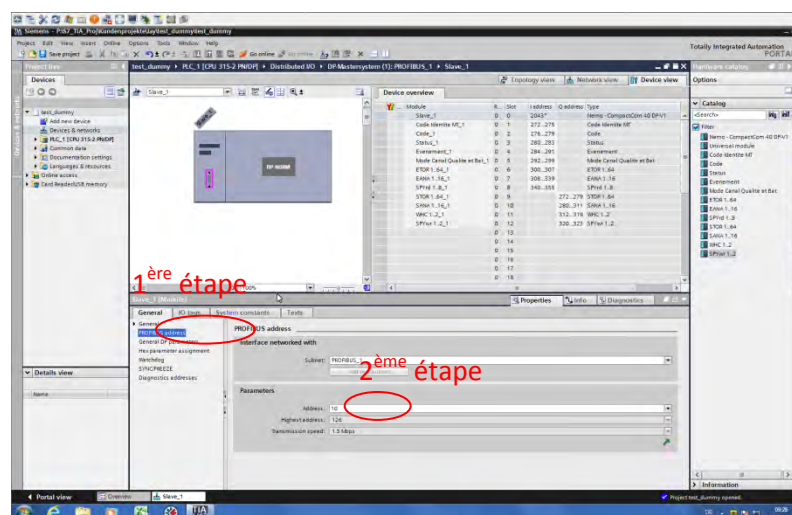

Figure 15: Configuration de l'adresse Profibus de l'esclave 2/2
Puis sur l'onglet General, sélectionnez le sous-menu 'Profibus address' et documentez l'adresse Profibus (10) configurée sur l'appareil (**Figure 15**).